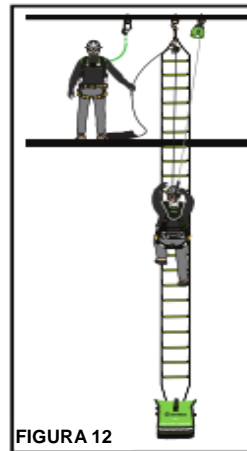

FIGURA 12
6. Si se va a usar la escala de rescate con cuerda de seguridad (012-6042), la escala se despliega de la misma manera que la escala 012-6041 (Figuras 9, 10, 11). Sin embargo, antes de comenzar a subir, el accidentado debe fijar la cuerda de seguridad al anillo en D de su arnés con el mosquetón suministrado. ¡NO DESCONECTE EL EQUIPO ORIGINAL DE PROTECCIÓN CONTRA CAÍDAS! Luego, el accidentado comienza a subir hasta un lugar seguro mientras el rescatador va recogiendo la cuerda de seguridad con el agarrador de cuerda. NO INTENTE LEVANTAR AL ACCIDENTADO, PERO MANTENGA UNA TENSIÓN CONSTANTE EN LA CUERDA MIENTRAS EL ACCIDENTADO SUBE POR LA ESCALA DE RESCATE (Figura 12). El agarrador de cuerda NO se debe usar como dispositivo de descenso controlado.